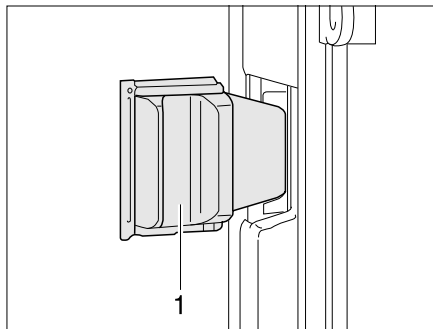

Bild 52 Schiebefenster ohne Verriegelung
- Griff (Bild 52,1) drücken und gleichzeitig nach vorn schieben oder ziehen.